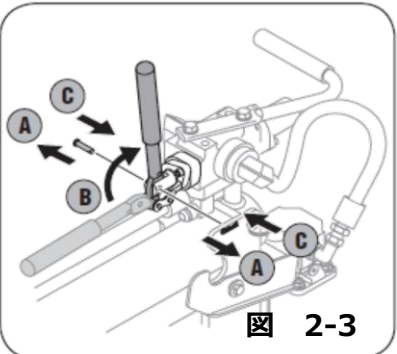

図 2-3
7. A. クレビスピンとヘアピンクリップを外してください。（図2-3参照）